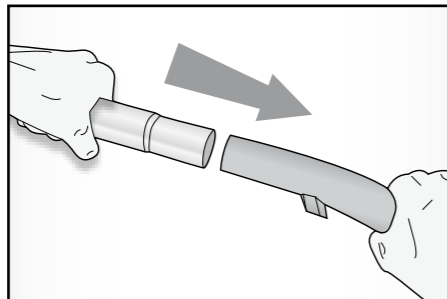

Fig. 3
- Inserire il tubo telescopico (12) sull'impugnatura (Fig. 3).
- Spingere il dispositivo di scorrimento (13) in avanti e tirare fuori la parte inferiore del tubo fino